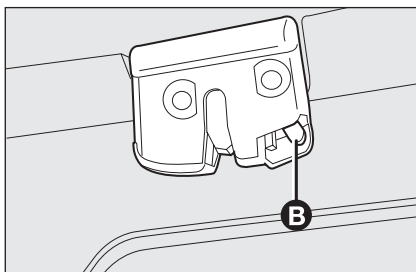

fig. 108
- ☐ afin de déverrouiller mécaniquement le hayon, en agissant à l'intérieur du coffre à bagages, appuyer sur la manette **B**-fig. 108.